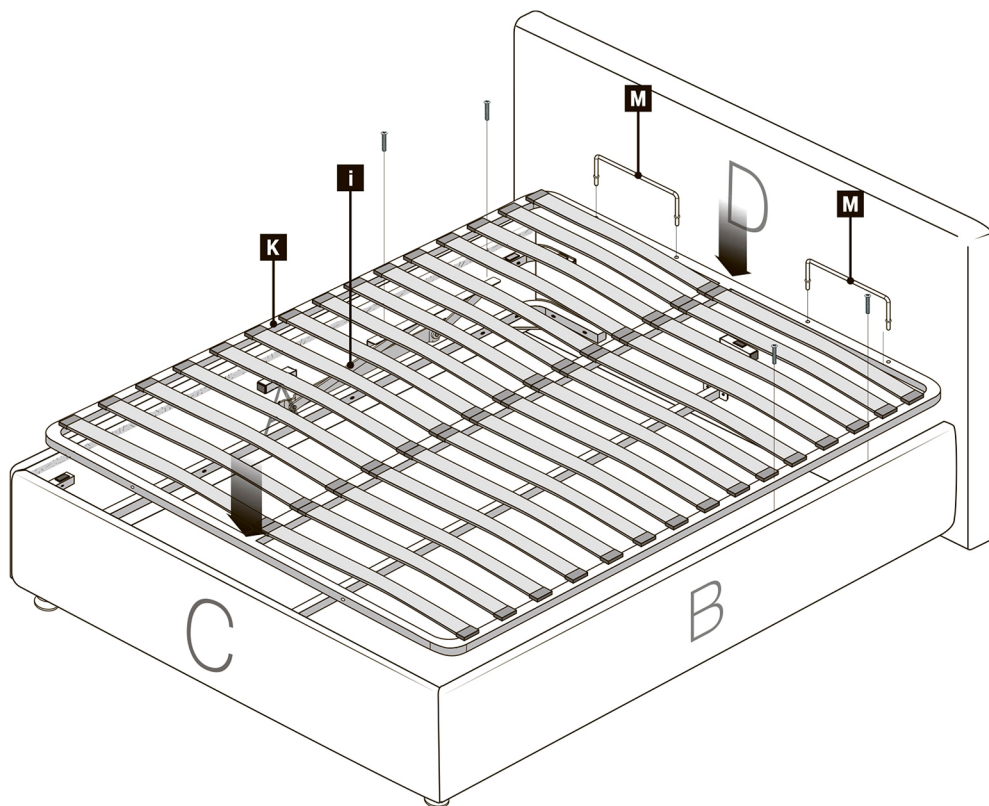

Рис. 7 Закрепление рамы и механизма подъема (для кроватей с подъемным механизмом)
13. Винтами **M8x35** закрепите раму кровати **K** на механизме подъема **i** (рис. 7)
14. На раму кровати **K** у изголовья установите матрасодержатели **M** (рис. 7)